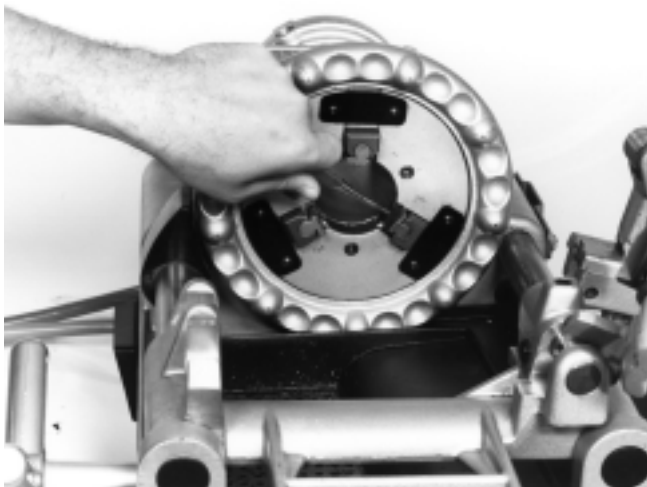

Figure 19 – Remplacement des inserts de mâchoire
- Dépose de l'insert** – mettez un chasse-goupilles dans la fente de détente de la mâchoire et appuyez vers le bas. (Figure 19.)